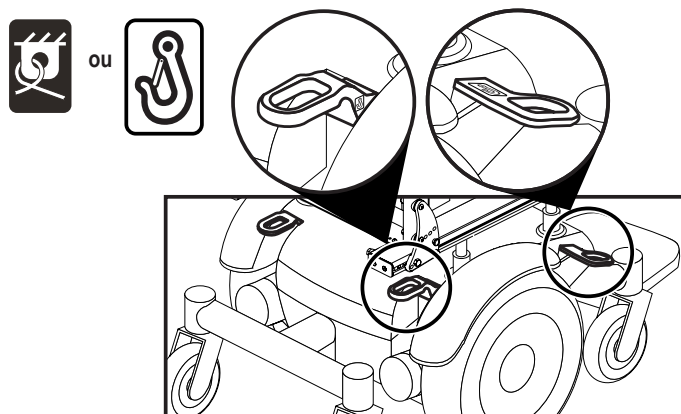

Figure 6. Support d'ancrage système transport
Si votre fauteuil motorisé est équipé d'un système d'ancrage pour le transport, celui-ci possède des supports avant et arrière pour l'ancrage et peut être équipé des supports pour la fixation de la ceinture de positionnement. **Voir la figure 6.** Référez-vous aux informations supplémentaires contenues dans le manuel du fauteuil motorisé pour les instructions sur l'utilisation du système d'ancrage.
- Fixez les quatre (4) courroies aux points d'ancrage désignés et identifiés par le symbole d'ancre sur le fauteuil motorisé. **Voir les figures 6 et 7.** Serrez-bien les courroies pour retirer le jeu excessif.